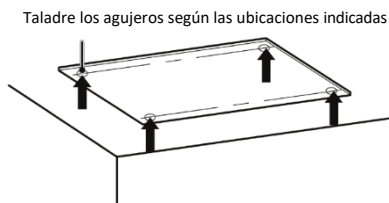
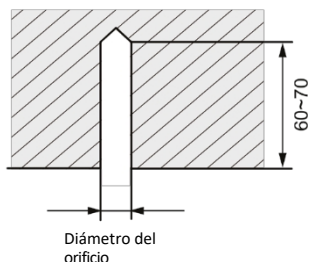

Fig. 2
Fig. 3
- (1) Pegue la plantilla de referencia en el lugar de instalación; taladre 4 agujeros siguiendo la disposición de los agujeros de la plantilla, tal y como se indica en la fig. 2; el diámetro del agujero depende del diámetro del perno de expansión y la profundidad es de 60 a 70 mm, tal y como se indica en la fig. 3.